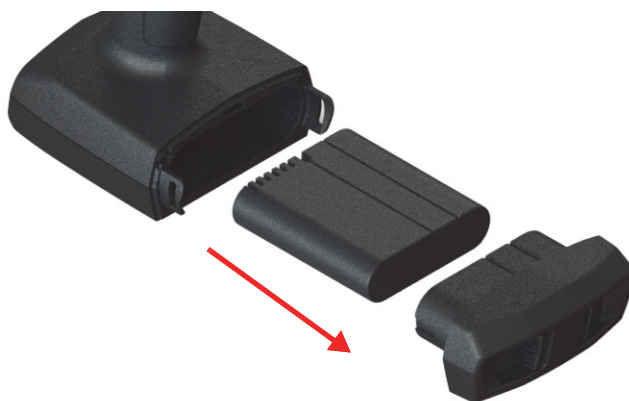

Figure 3-10 Retirez la batterie
2. Retirez la batterie (voir Figure 3-10 à la page 70).